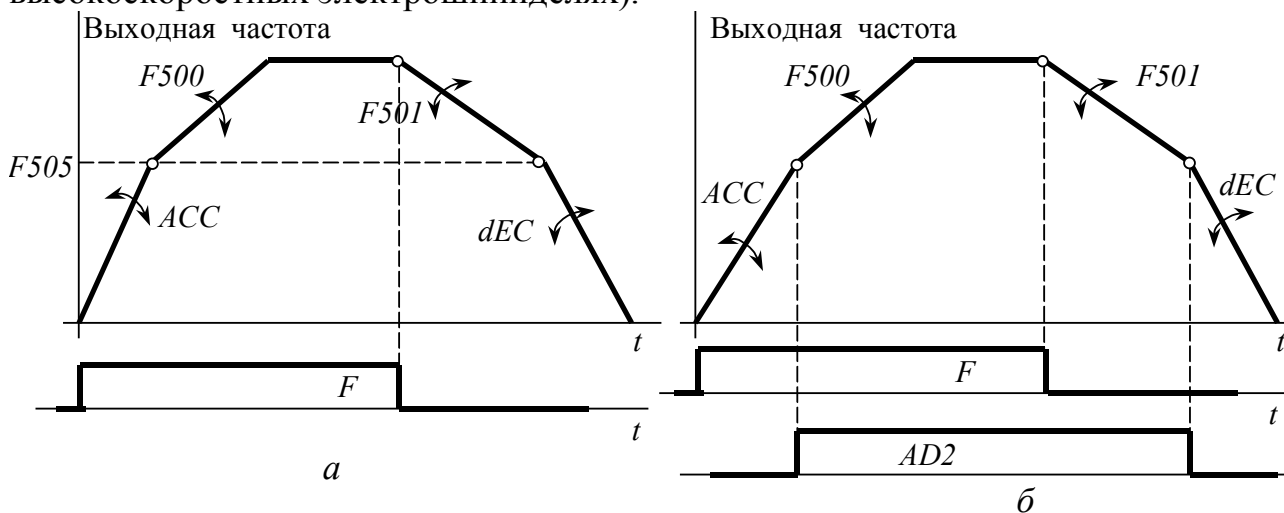

Рис. 5.5 Переключение темпов
- В функции текущей выходной частоты (порог переключения определяется параметром $F505$, см. рис. 5.5а).
- По сигналу на логическом входе, на который назначена функция *AD2* (*F111*, *F112* или *F113=5*, см. рис. 5.5б). Должно быть активизировано управление через логические входы (*CMOd=0*).